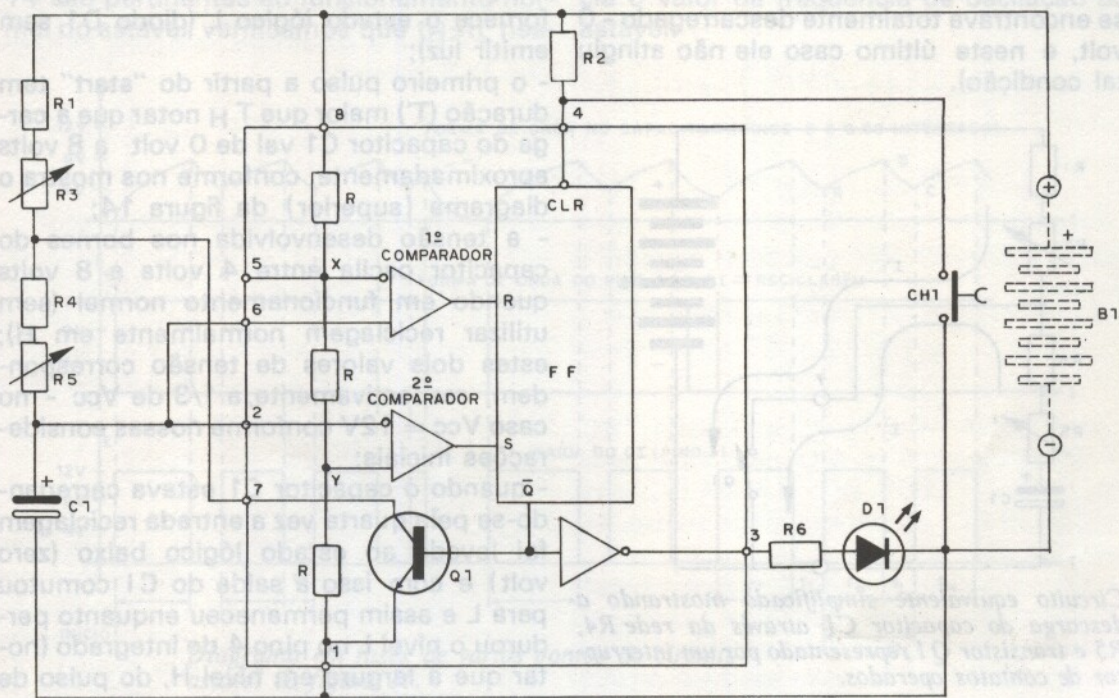
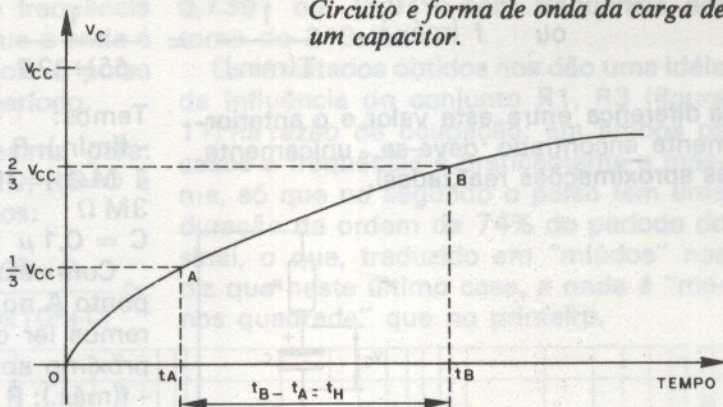

FIGURA 11
FIGURA 15
O circuito elétrico da figura 11 dá uma idéia das interligações a serem realizadas para que o CI 555 opere como um estável. Aliás, o funcionamento como estável é caracterizado pela conexão das entradas "disparo" (pino 2) e "sensor de nível" (pino 6) do circuito integrado.
Para efeito de raciocínio iremos supor que a bateria B1 do circuito da figura 11 seja de 12 volts. Os potenciais dos nós X e Y serão, respectivamente, de 8 volts e 4 volts; graças aos divisores de tensão, resistivos, formados pelos resistores R internos ao CI.
Vamos supor que o capacitor C1 (figura 11) se encontra descarregado e que neste instante apliquemos a alimentação ao circuito. Que acontecerá? Como C1 está descarregado, a ddp entre seus terminais é nula e, portanto, menor que 4 volts e aí o CI é disparado através de sua entrada "disparo" (pino 2) pois o segundo comparador "sente para menos" o potencial aplicado à sua entrada inversora. Com a comutação do CI a saída (pino 3) passa do nível L para o nível H o qual provoca a emissão de luz por parte do diodo luminiscente D1. O transistor Q1 é cortado (não conduz) sendo retirado o aterramento da entrada "descarga" (pino 7); ora Q1 não conduzindo o capacitor C1 começa a carregar-se exponencialmente através das resistências R1, R3, R4 e R5 conforme mostra o circuito simplificado da figura 12 - notar que não há circulação de corrente pelo transistor Q1 que está comportando-se como um interruptor aberto.
A carga e descarga de C1, figura 11, se processa automaticamente e indefinidamente provocando as oscilações que caracterizam o funcionamento de qualquer estável. A frequência dessas oscilações, como vimos acima, pode ser modificada ao variarmos os valores da rede RC composta por R1, R3, R4, R5 e C1 do circuito da figura 11.
- quando o capacitor C1 estava carregando-se pela quarta vez a entrada reciclagem foi levada ao estado lógico baixo (zero volt) e com isso a saída do CI comutou para L e assim permaneceu enquanto perdurou o nível L no pino 4 do integrado (notar que a largura em nível H, do pulso de saída do CI é bem estreita); ainda em relação a esta observação notamos que a entrada reciclagem ficou em L por um "bom" tempo, tempo este suficiente para descarregar quase que integralmente o capacitor e ao soltarmos o interruptor CH1 (figura 11) o capacitor tem de carregar-se desde praticamente 0 volt até 8 volts como no primeiro pulso, daí a largura T' do pulso de saída ser praticamente, senão igual, à largura do primeiro pulso de saída gerado pelo oscilador;
Diagrama em fases de vários pontos do circuito astável da figura 11.
É bom alvitre deduzir uma expressão matemática capaz de avaliar, pelo menos teoricamente, o valor da frequência das oscilações geradas pelo astável (figura 11). Também é interessante deduzir expressões para determinar a duração dos tempos t_L e t_H (vide figura 14).
Inicialmente consideramos o circuito da figura 15 que mostra a carga de um capacitor C através de uma resistência R e de uma fonte de tensão de V_{CC} volts assim como a variação (exponencial) da ddp entre os terminais do capacitor em função do tempo. Notar que no gráfico foram assinalados os pontos de nosso interesse imediato, isto é, os pontos nos quais a ddp propiciada pelo capacitor corresponde a
1/3 de V_{CC} e 2/3 de V_{CC} , respectivamente pontos A e B - figura 15. Aliás, a diferença entre o tempo gasto para que o capacitor se carregue até 2/3 de V_{CC} (t_B) e o tempo gasto para que a ddp de seus terminais atinja 1/3 de V_{CC} (t_A) corresponde ao tempo durante o qual a saída do CI se manterá em nível H - vide figura 14.
e figura 15 temos:
Observando o circuito da figura 11 verificamos que a resistência de carga do capacitor corresponde à associação série de R_1, R_3, R_4 e R_5 ; assim sendo, a expressão acima assume o seguinte aspecto: $t_H = 0,693.(R_1 + R_3 + R_4 + R_5).C_1$ seg (IV)
Como sabemos, ao atingir o ponto B (figura 15) o capacitor se verá obrigado a descarregar-se através da saída 'descarga' (pino 7) do circuito integrado (figura 11); nestas condições teremos inicialmente $V_C = \frac{2}{3} V_{CC}$, tensão esta que irá decrescendo paulatinamente tal qual é mostrado pela figura 16 até que chegue o momento em que $V_C = \frac{1}{3} V_{CC}$ quando, então, ele novamente se carregará. Pelo que acabamos de expor podemos afirmar que o ciclo do capacitor tem início no ponto A da curva da figura 15, passa pelo ponto B dessa mesma figura (ou do gráfico da figura 16) indo "morrer" no ponto C (figura 16) que nada mais é do que o correspondente ponto A do desenho anterior conforme nos mostra a primeira forma de onda da figura 14.